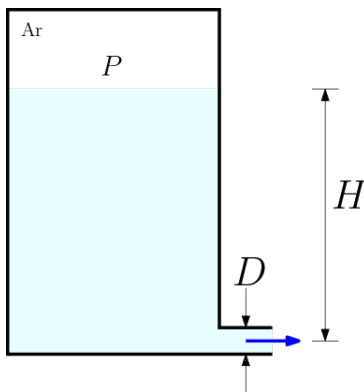

Figura 1: Tanque.
**Exercício 1.** Um tanque contendo água, fechado e pressurizado, como mostra a figura 1, tem um orifício de  $10 \text{ cm}$  de diâmetro na parte inferior, onde a água é descarregada para a atmosfera. O nível da água na superfície está  $2,5 \text{ m}$  acima do nível na saída. A pressão do ar do tanque acima do nível da água é de  $250 \text{ kPa}$  (absoluta) enquanto a pressão atmosférica é de  $100 \text{ kPa}$ . Desprezando todas as perdas, determine a vazão de descarga inicial da água do tanque. **Resposta:**  $\dot{V} = 0,147 \text{ m}^3/\text{s}$ .